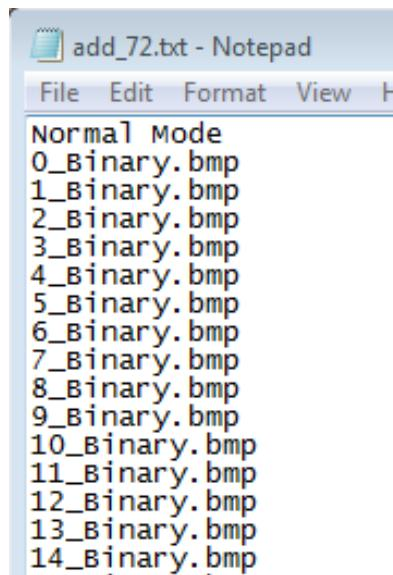
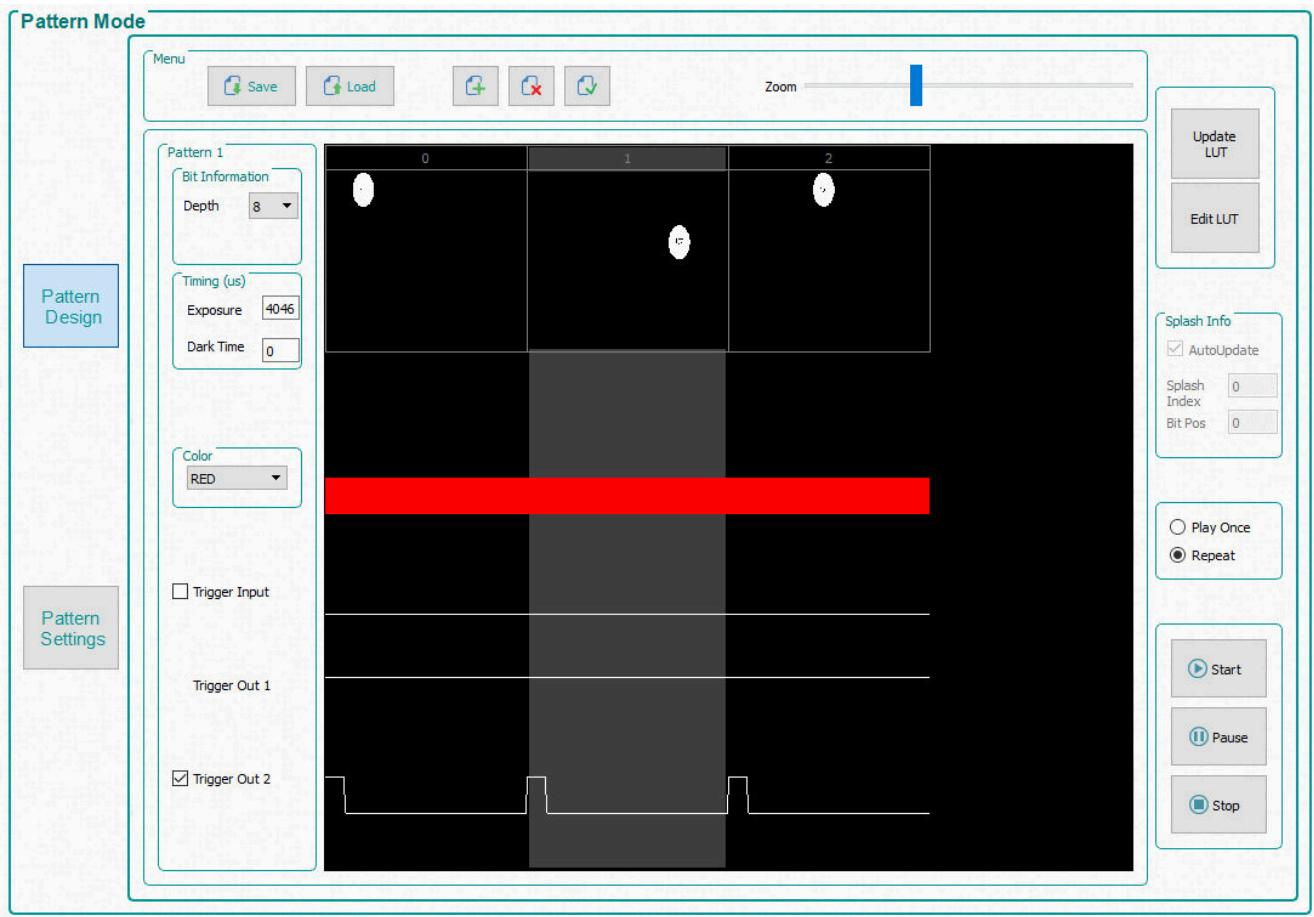

图 3-8. 从列表中添加
图 3-9. 图案序列
3. 点击 **Menu** 栏中的 **Add Pattern** 按钮，然后从图像示例目录中浏览任意三个位图图像。请确保从正在使用的 EVM 的正确图像文件夹中选择图像。可以在打开的文件对话框窗口中同时选择所有的三幅图像。一次选择多个文件时，操作系统可能不会按照选择图像的顺序加载图像。要按照预定义的顺序添加图像，请使用 **Load** 按钮。此选项从包含按所需顺序的每个位图的文件名的文本文件中加载图像。或者，您可以使用 **Add Pattern** 按钮一次添加一个图像，确保按顺序加载图像。图 3-8 展示了从文件中加载图像的示例。位图图像必须与文本文件位于同一目录中。添加图像后，请参阅 图 3-9。